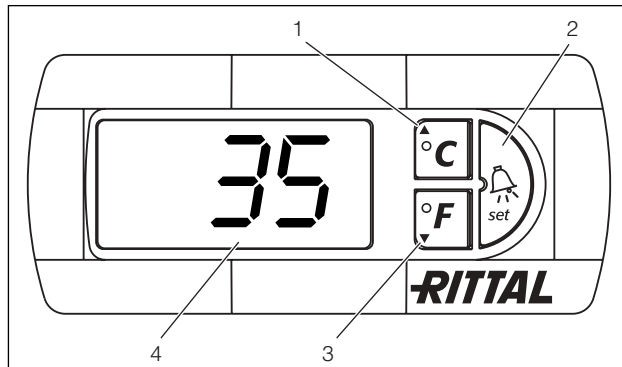

Abb. 28: Comfortcontroller
Der Comfortcontroller verfügt über eine 7-Segment-Anzeige (Abb. 28, Nr. 4). Auf ihr wird nach dem Einschalten der Stromversorgung zunächst für ca. 2 Sek. die aktuelle Softwareversion angezeigt, danach eine voreingestellte Option (z. B. t10) bzw. die Temperatur.
Die Programmierung des Gerätes nehmen Sie über die Tasten 1 – 3 (Abb. 28) vor. Die Parameter dazu erscheinen ebenfalls in der Anzeige.
- Drücken Sie gleichzeitig die Tasten 1 und 2 (Abb. 28) für min. 5 Sek.
Mit den Tasten 1, 2 und 3 (Abb. 28) können Sie 24 Parameter innerhalb der vorgegebenen Bereiche (Min.-Wert, Max.-Wert) verändern.